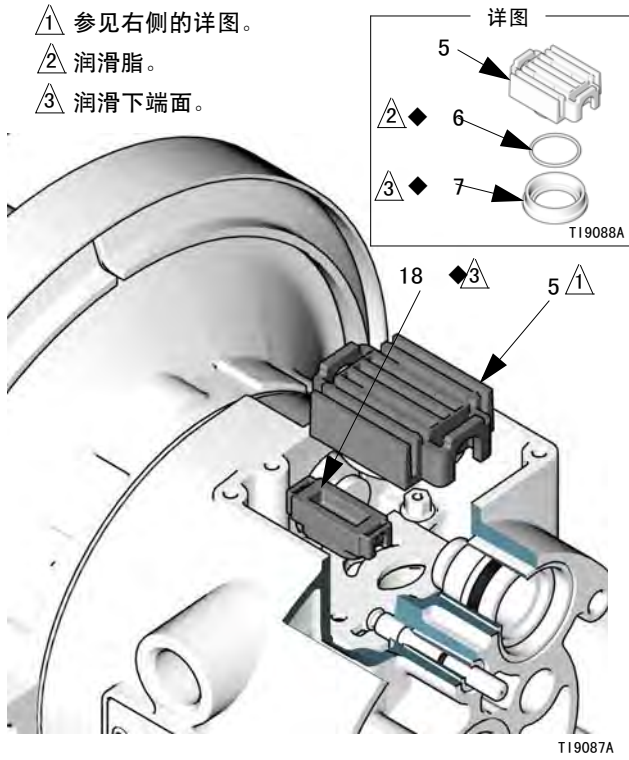

图 6
3. 将阀座 (5) 移到中心位置并将其从机孔中拉出。将阀块 (7) 和 0 形圈 (6) 从阀座上卸下。使用尖嘴钳，将导向块 (18) 向上笔直拉出机孔。见图 6。
7. 润滑导向块 (18 ) 的下端面，将其突台卡入导向销 (16) 两端的沟槽中而安装到位。见图 6。
8. 润滑 0 形圈 (6 ) 并将其安装到阀块 (7 ) 中。将阀块推入阀座 (5)。润滑阀块的下端面。见图 6。
9. 安装阀座 (5)，将其突台卡入传动器活塞 (11) 窄端的沟槽内。见图 6。